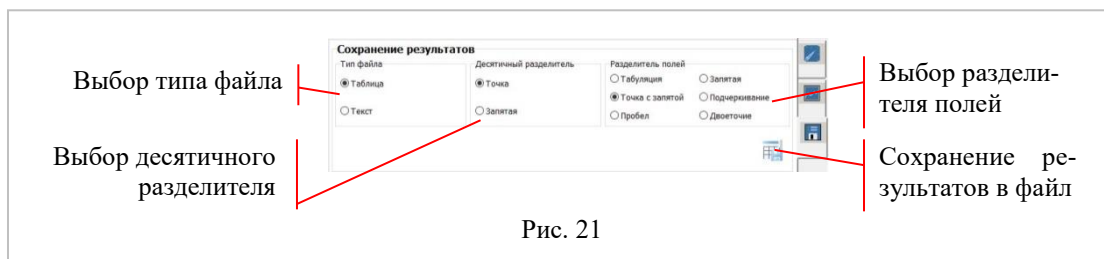

Рис. 21
4.2.5 На рис. 21 представлено окно программы при сохранении результатов работы в файл.